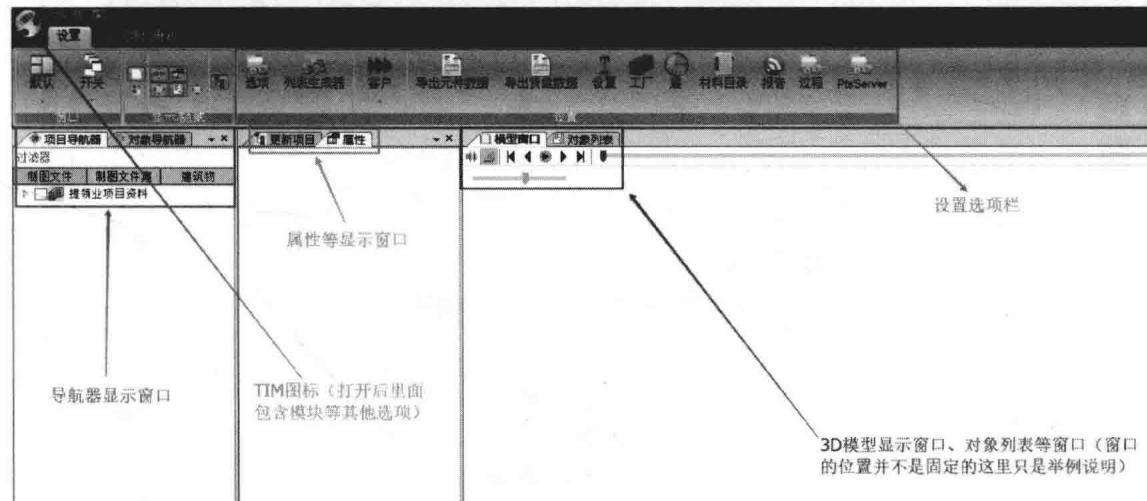

图 1-1
(1) 在 TIM 界面的左上角位置有一个 TIM 图标，单击 TIM 图标可以切换到不同的模块。在导航器窗口中可以选择要打开的项目，在属性窗口中可以看到构件的属性等信息，在模型窗口中可以看到 3D 的建筑模型，通过设置选项栏可以实现更多的功能（在后面的章节中将会详细讲解），如图 1-1 所示。